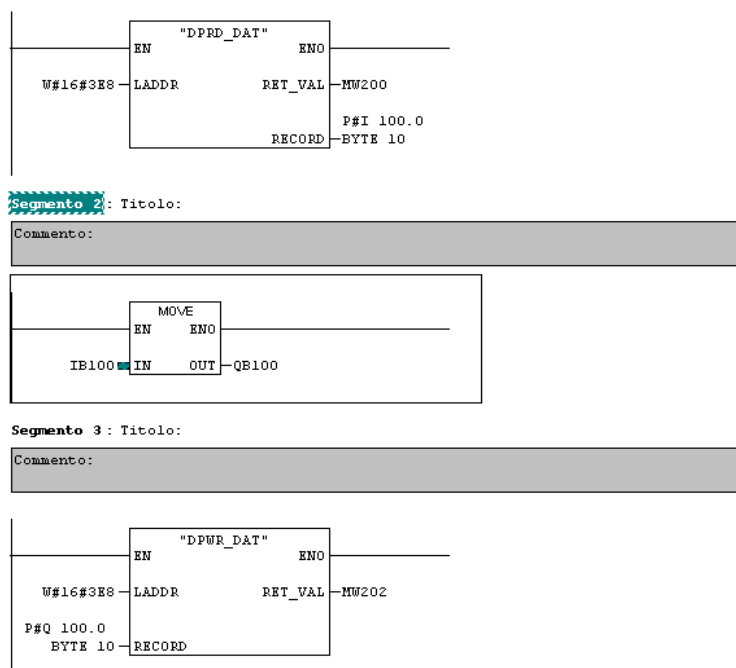

Figura 37
- Si scriva il codice mostrato in Figura 37. Al fine di inserire le chiamate alle funzioni DPRD\_DAT e DPWR\_DAT, si faccia attenzione a configurare i parametri formali (LADDR, RET\_VAL e RECORD) come mostrato in Figura 37. Come si vede il codice scritto in Ladder fa uso della funzione MOVE per copiare il byte IB100 nel byte QB100. Si noti che LADDR vale W#16#3E8, che corrisponde all'indirizzo del modulo di ingresso 1000 nella funzione DPRD\_DAT e all'indirizzo del modulo di uscita 1000 nella funzione DPWR\_DAT; ciò in accordo alla definizione delle aree consistenti fatta nel capitolo 5. Si suppone poi di utilizzare le aree MW200 e MW202 nel DP Slave per memorizzare eventuali valori di ritorno. Si noti infine che i valori dei campi RECORD sono 10 bytes a partire dall'indirizzo IB100 per la funzione DPRD\_DAT e 10 bytes a partire da QB100 per la funzione DPWR\_DAT.
- E' necessario a questo punto creare due Blocchi Organizzativo (OB) allo scopo di evitare il blocco della CPU dello I Slave. Esistono particolari blocchi organizzativi che servono a gestire eventi straordinari, come errori derivanti da risultati di diagnostica e guasti. Nel caso in cui si verificano tali eventi il sistema operativo del PLC Simatic richiama opportuni blocchi organizzativi che vengono programmati per gestire l'evento occorso. In particolare, esiste il blocco OB 82 che serve per gestire errori derivanti da operazioni di diagnostica, e il OB 86 che gestisce eventuali errori di funzionamento del rack. Se occorrono tali eventi e se il sistema operativo non trova questi OB, la CPU passa da RUN a STOP. Per prevenire tale situazione, evitando che la CPU dello I Slave si blocchi, devono essere creati a questo punto del progetto i blocchi OB 82 e OB 86. Non importa se essi non contengano codice, l'importante è che ci siano. Tali blocco devono essere inseriti nella cartella Blocchi della stazione Simatic 300. Si selezioni a tal fine la cartella Blocchi e si prema il pulsante destro del mouse, facendo comparire il menu di opzioni. Si scelga l'inserimento di un nuovo oggetto e in particolare di un blocco organizzativo. Si inserisca OB82 nel nome dell'oggetto e si schiacci il pulsante OK, per la creazione del blocco. Analogamente si faccia per l'OB 86.